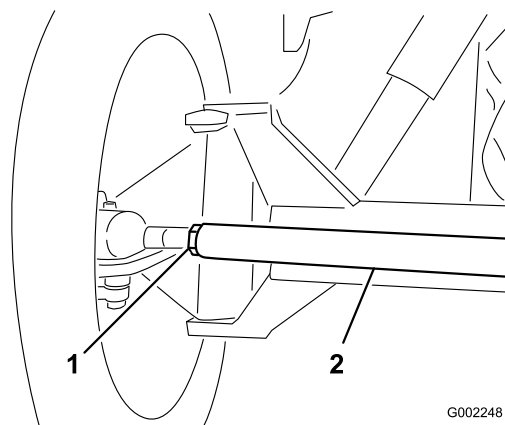

Figure 90
3. Si les mesures sont hors spécifications, desserrez les écrous de blocage aux deux extrémités de la biellette (Figure 90).